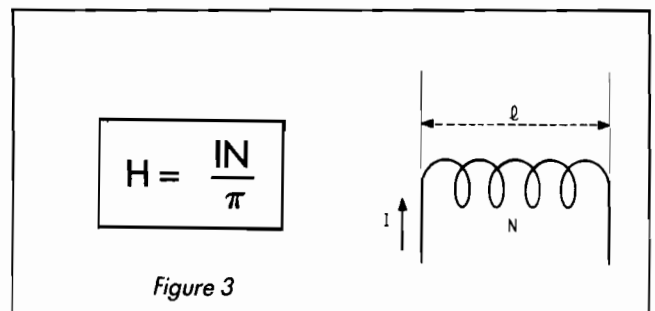

Figure 3
- sur l'axe d'un solénoïde de longueur l en mètres (m) comportant N spires parcourues par un courant (fig. 3).